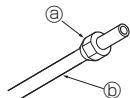

Fig. 5-5
5.2.3. Τοποθέτηση του παξιμαδιού (Fig. 5-5)